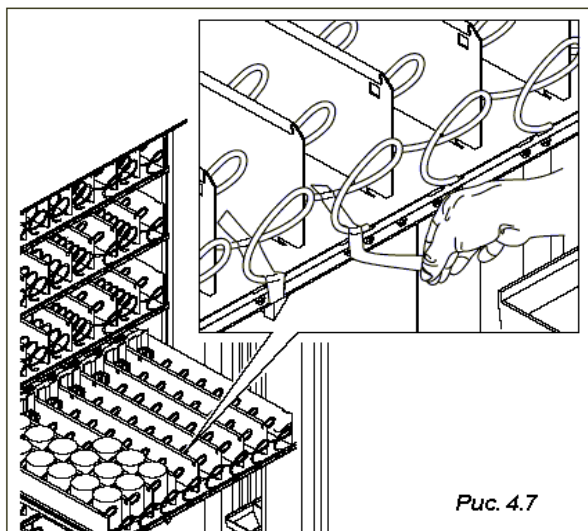

Рис. 4.7
- спиралей (см. пример на Рис.4.7)